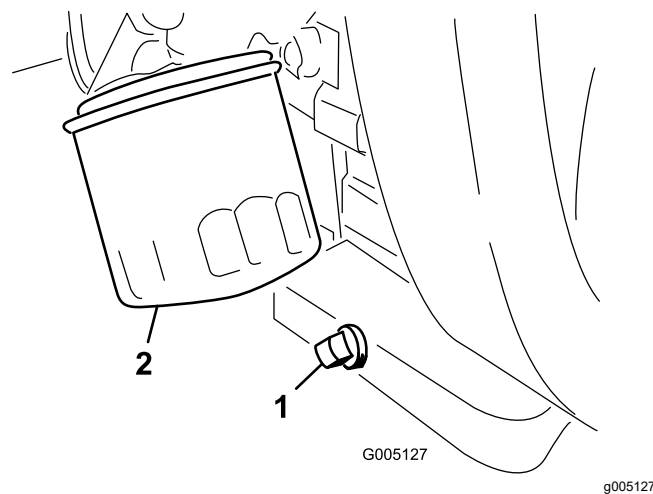

**Figure 41**
2. Nettoyez le filetage du bouchon de vidange, enduisez-le de produit d'étanchéité au PTFE et remettez le bouchon en place (Figure 41).
3. Déposez le filtre à huile (Figure 41).
1. Retirez le bouchon de vidange (Figure 41) et laissez couler l'huile dans un bac de vidange.